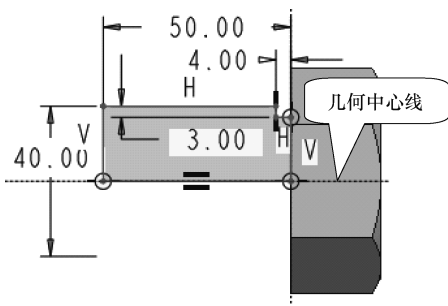
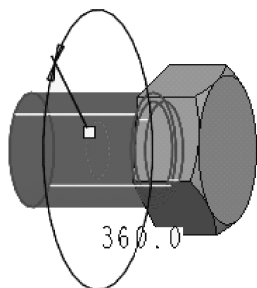
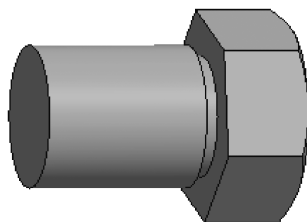

图 4-162 绘制截面
图 4-163 预览模型
图 4-164 完成主回转体
(11) 单击【旋转】按钮，选取“FRONT”面作为草绘平面，其余使用缺省设置，进入草绘界面。
(12) 绘制截面图形并标注尺寸，如图4-162所示，单击【完成】按钮，接受草绘图形，回到设计窗口，拖动鼠标中键预览模型，如图4-163所示，单击鼠标中键，完成主回转体，生成的模型如图4-164所示。